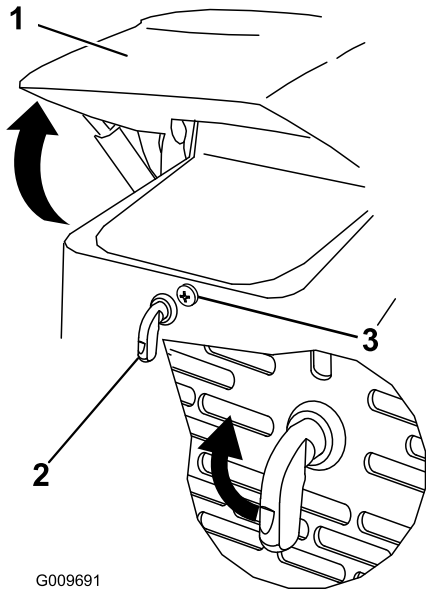

Figura 23
1. Afloje el tornillo de bloqueo del capó (Figura 23).
2. Gire el cierre del capó en el sentido de las agujas del reloj (Figura 23).
3. Levante el capó (Figura 23).
3. Apriete el tornillo de bloqueo del capó para bloquear el cierre (Figura 23).